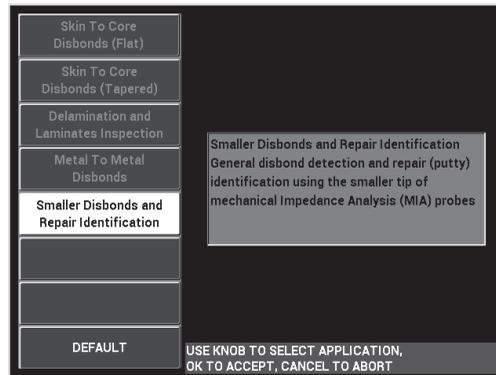

Abbildung 6-62 Anwendung Kleine Ablösungen
3. Wählen Sie die Anwendung **Kleine Ablösungen** aus und drücken Sie zur Bestätigung auf ✓ (siehe Abbildung 6-62 auf Seite 183).